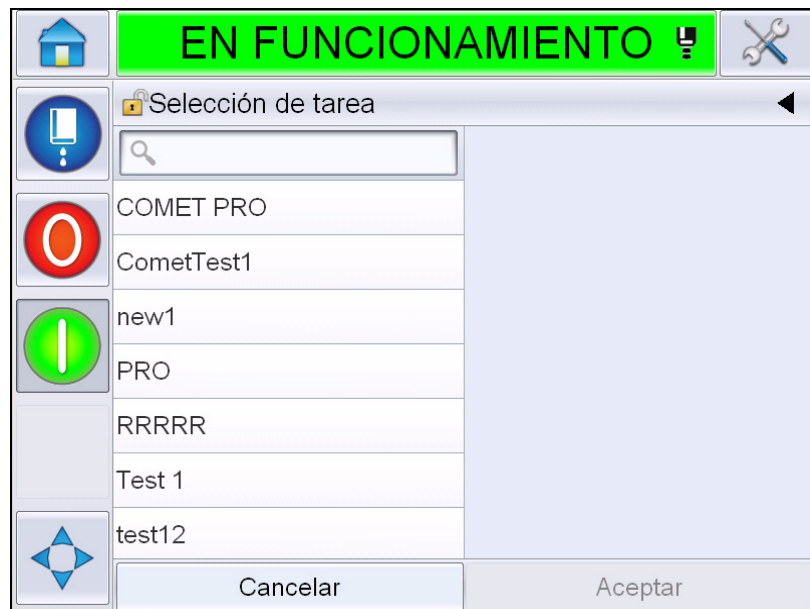

Figura 4-27: Selección de trabajo
- 2 Aparece una lista de mensajes disponibles (consulte la Figura 4-27).